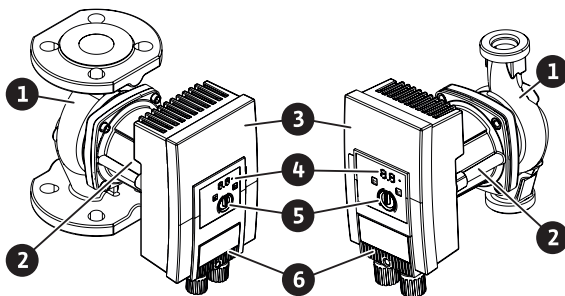

Fig. 1: Preglednica črpalke
- Po potrebi uporabljajte dvižno opremo z zadostno nosilnostjo (Fig. 1).
Na ohišju motorja je regulacijski modul (Fig. 1, poz. 3), ki regulira črpalke in zagotavlja vmesnik SSM. Odvisno od izbranega načina uporabe ali funkcije reguliranja je omogočeno reguliranje števila vrtljajev ali diferenčnega tlaka. Pri vseh funkcijah regulacije tlačne razlike se črpalke stalno prilagajajo spreminjajoči se potrebi po moči naprave.